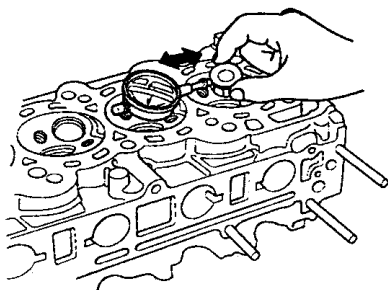

图 2-117 测量气门挺杆与导管之间的间隙
2) 将气门从气门导管中滑出约 10mm，如图 2-117 所示，在正常止推方向摇动气门挺杆（摇动法），用内径百分表测量气门导管与气门挺杆之间的间隙。